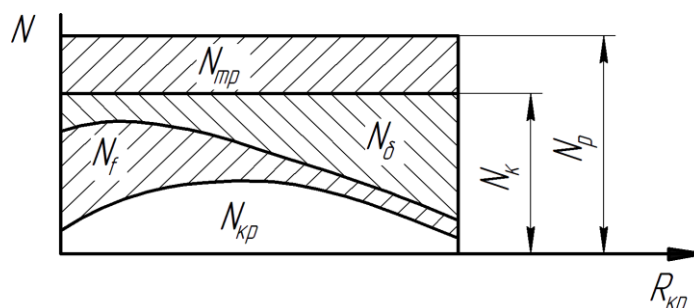

Рисунок 1
3. Какая причина уменьшения тягового КПД трактора при больших сопротивлениях на крюке и полной загрузке мощности ДВС (см. рис.1):